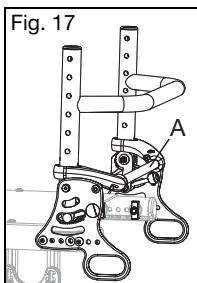
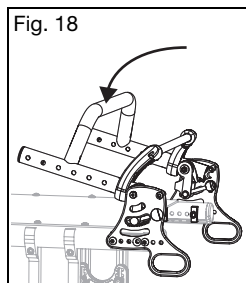

Fig. 17
Fig. 18
**ADVERTENCIA:** No levante la silla de ruedas usando la barra de liberación (Fig. 17:A). Levantar la silla de ruedas usando la barra de liberación puede ocasionar fallas en las piezas, lo que puede provocar una caída y lesiones graves o la muerte.
1. Levante la barra de liberación posterior (Fig. 17:A), ubicada detrás del armazón trasero, para liberar el seguro y doblar hacia abajo hacia el armazón del asiento (Fig. 18). Para volver a engancharla en su lugar, tire de la barra de liberación hacia afuera y la parte posterior se soltará y podrá empujarla hacia la posición vertical. El espaldar se enganchará automáticamente en el chasis lateral.